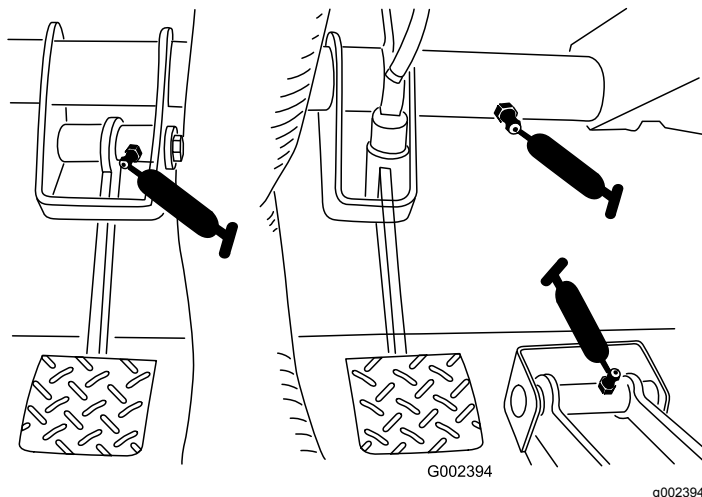

Figura 31
- **Freno (1)**; consulte la Figura 31
- **Embrague (1)**; consulte la Figura 31
- **Acelerador (1)**; consulte la Figura 31